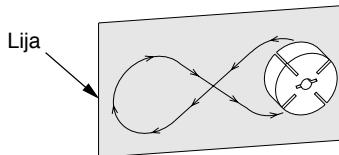

Figura 31 - Cómo lijar el rotor
14. Coloque un pedazo de lija muy fina (de grano 600) en una superficie plana. Lije el rotor ligeramente haciendo movimientos en "forma de 8" cuatro veces (consulte la figura 31).